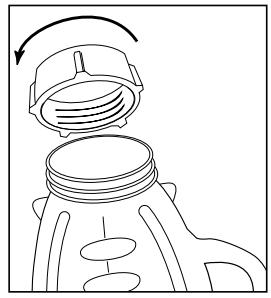

FIGURE 4
5. Enclencher la bague dans l'anneau de fixation. Mettre la bague par-dessus de la bague, les aligner avec les crans du récipient. (Remarque : Si *y a des rainures sur le dessus de la bague, aligner-les avec les crans du récipient.*) Mettre la bague sur le récipient et visser l'anneau de fixation dans le sens des aiguilles d'une montre pour bien la fixer. (Figure 4)